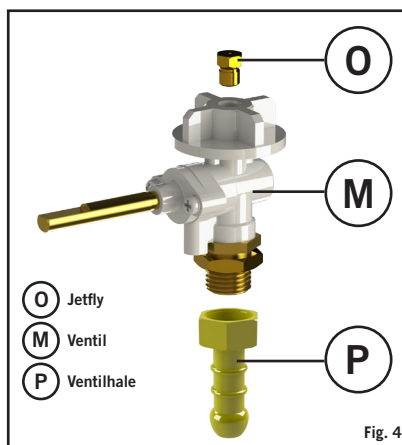

Fig. 4
**Enhetskategorier:** I 3B/P (30), I 3+ (28-30/37) and I 3B/P (37), (DK, FI, NO, NL, SE, AT, DE, BE, ES, FR, IE, IT, PT, GB, CH)
- I den andre enden fastgjøres en passende 30 mbar lavtrykks (I 3B/P (30), I 3+ (28-30/37) butankonfigurasjon) eller en 37 mbar lavtrykks regulator (I 3+ (28-30/37) propankonfigurasjon), idet det igjen sikres at slangen sitter godt fast. Slangen skal være i overensstemmelse med BS 3212:1991/SABS 1156-2 eller liknende. I Sør-Afrika skal den anvendte regulator være i overensstemmelse med SANS 1237.
**Enhetskategorier:** I 3B/P (50) (AT, DE)
- Skru en slange med det riktige gevinn på hver ende, på det venstre 1/4" BSP gevinn på ventilen (O) (fig.4). Fastgjør en passende 50 mbar lavtrykksregulator på slangens anden ende. Slangen skal være i overensstemmelse med DIN 4815 del 2 eller liknende.